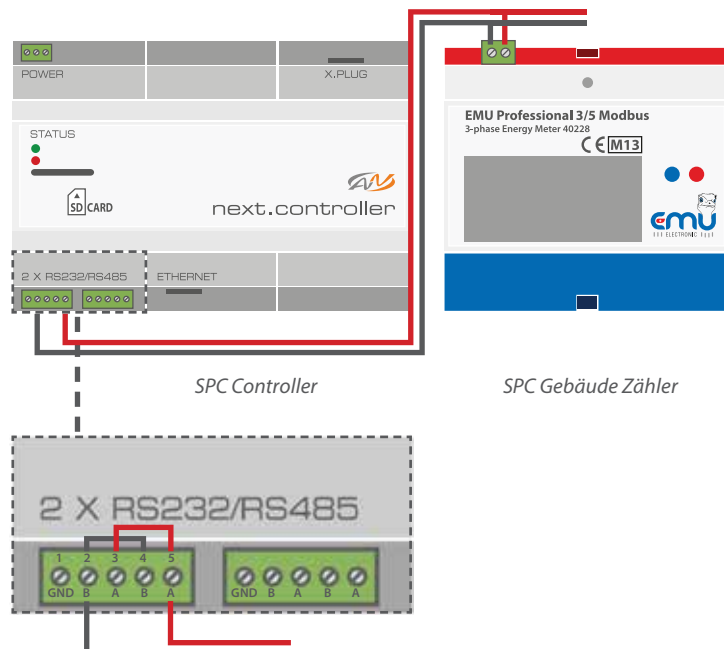

Abbildung 13: Detailansicht Verschaltung SPC Controller
- Rote Ader jeweils von der Modbus-Schnittstelle der SPC Zähler (siehe Abbildung 35) zur RS485-Schnittstelle des SPC Controllers durchschleifen und an Pos. 5/ A (siehe Abbildung 13) anschließen. Ein genaueres, schematisches Anschlussschema ist im Nachfolgenden ersichtlich.
- Schwarze Ader jeweils von der RTU&ASCII-Schnittstelle der SPC Zähler (siehe Abbildung 35) zur RS485-Schnittstelle des SPC Controllers durchschleifen und an Pos. 2/ B (siehe Abbildung 13) anschließen. Ein genaueres, schematisches Anschlussschema ist im Nachfolgenden ersichtlich.